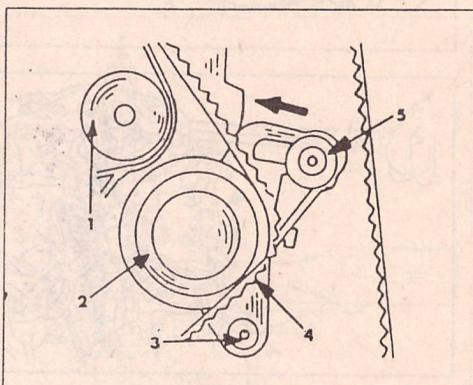
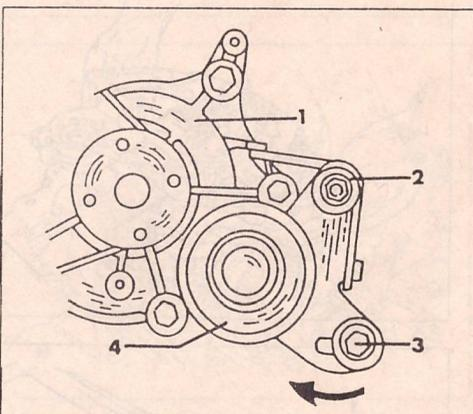
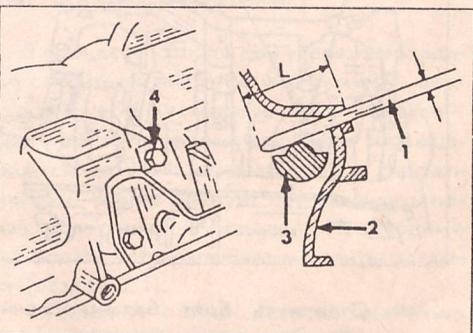

Рис. 15. К снятию зубчатого ремня у двигателя объемом 1,6 л
Рис. 16. К снятию натяжителя зубчатого ремня у двигателей объемом 2,0 и 2,4 л.
Рис. 17. Снятие балансировочных валов (смотри текст). Длина "L" отвертки (1) должна быть не менее 60 мм.
- В соответствии с рис. 15 у двигателя объемом 1,6 л провести следующие работы:
- Ослабить гайку (5) натяжителя цепи (2) и отжать натяжитель по направлению стрелки. Затянуть гайку в новом положении натяжителя. Снять зубчатый ремень.
- У двигателей объемом 2,0 и 2,4 л выполнить следующие работы в соответствии с рис. 16:
- Ослабить гайку (2) и болт (3) натяжителя ремня и отжать натяжитель в сторону насоса охлаждающей жидкости (1). Временно зажать гайку крепления натяжителя в этом положении. Снять ремень.
- Снять приводной шкив масляного насоса. Перед отворачиванием гайки снизу с левой стороны блока цилиндров вывернуть пробку и вставить в отверстие отвертку, как показано на рис. 17 для удержания в своем положении левого балансировочного вала. Отвертка должна иметь стержень диаметром 8 мм и возможность входить в отверстие на глубину 60 мм.